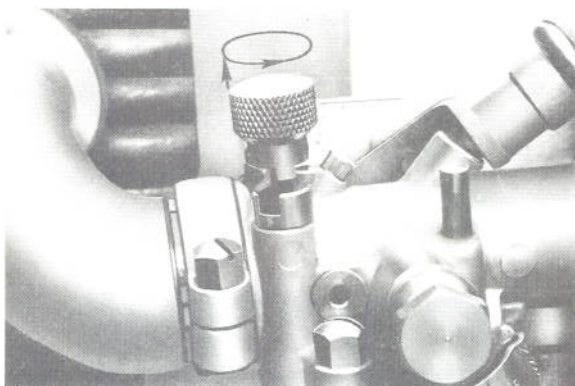

Fig. 3
- C) Starter am Vergaser öffnen: randierte Schraube mit Stift aus der Einkerbung hoch ziehen. (Siehe Bild 3.)